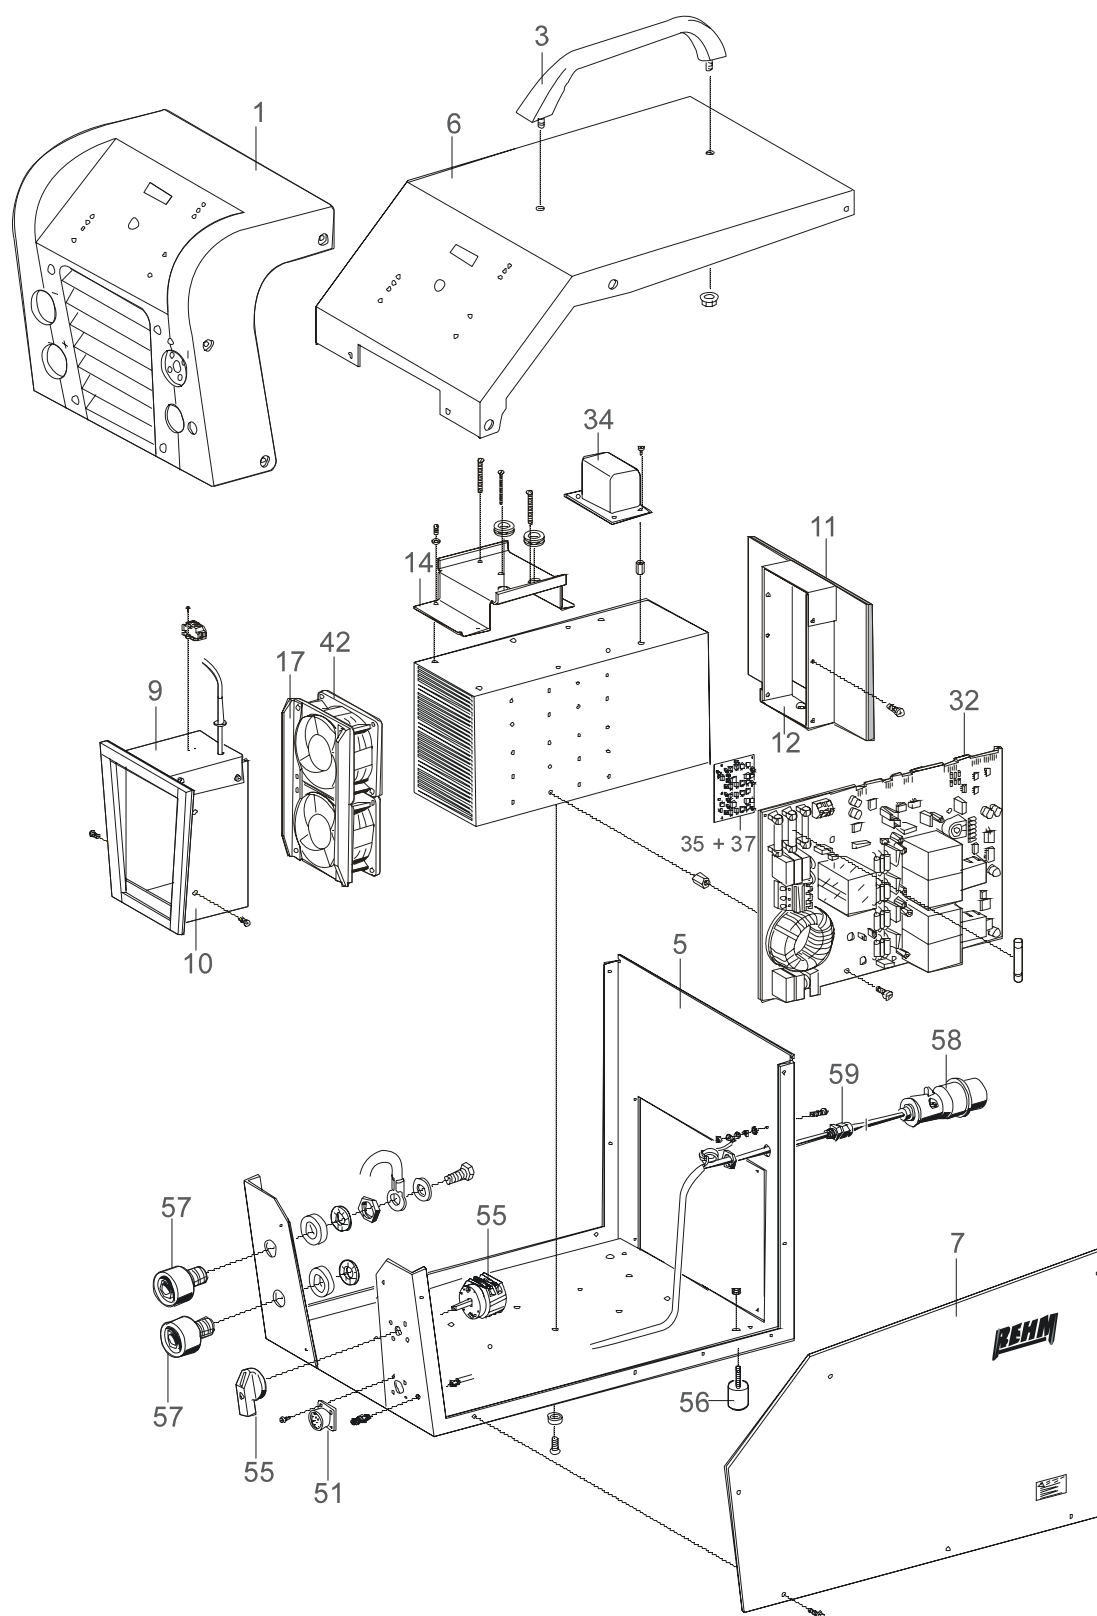

Abb. 3: Explosionszeichnung BOOSTER.PRO 250 / 320 (rechts)
* Bauteil nicht in Explosionszeichnungen (Abb. 3+4) abgebildet